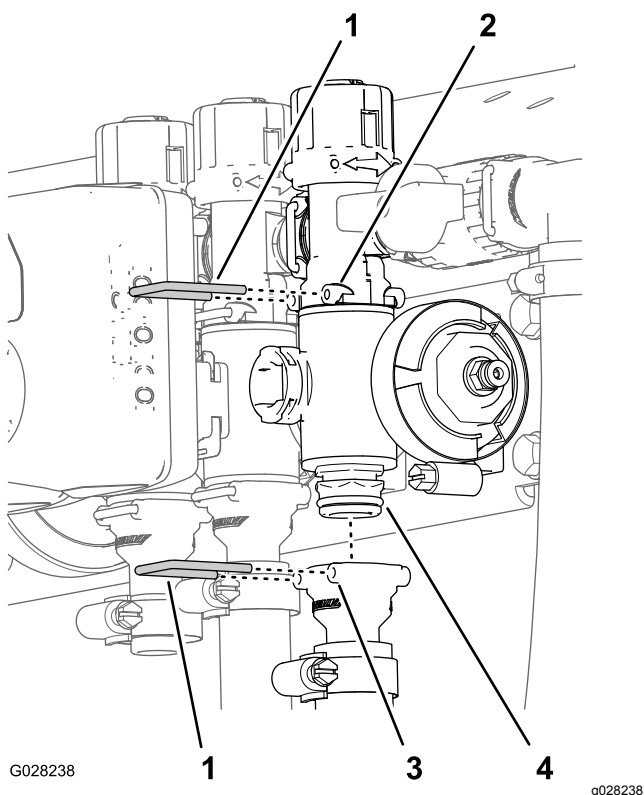

Figura 120
2. Rimuovete i fermi che fissano il raccordo di uscita al collettore per la valvola di sezione e il collettore della valvola al raccordo di bypass (Figura 120).